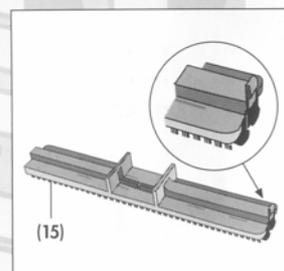

Fig. 13
Il telaio setolato (15), per moquettes e tappeti (Fig. 13)